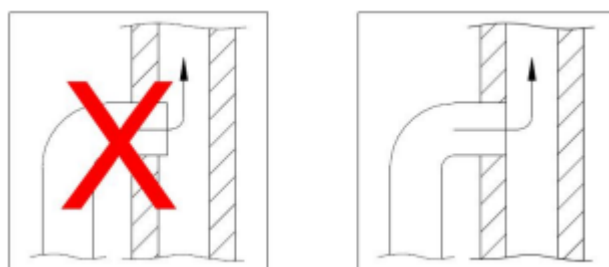

Fig. 5
- Lorsque vous connectez les briques à travers la cheminée, connectez le tuyau de fumoir à la cheminée et fixez le tuyau de fumoir à l'ouverture interne de la cheminée. Le conduit de fumée ne doit pas passer par l'ouverture de la cheminée elle-même et doit affleurer l'intérieur du tuyau de cheminée. Comme le montre la figure 5, la liaison entre la maçonnerie en brique et le tuyau de fumée doit être scellée avec un matériau résistant au feu ou des couches réfractaires.